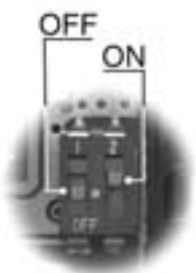

Fig. 7.8.3
- ouvrir le volet arrière de la clef et positionner le commutateur n°1 en position OFF et le commutateur n°2 en position ON (voir Fig. 7.8.3). Refermer le volet;
- den hinteren Schalter des Schlüssels öffnen und den Dipschalter Nr. 1 auf OFF (AUS) und den Dipschalter Nr. 2 auf ON (EIN) stellen (siehe Abb. 7.8.3). Die Klappe schließen;